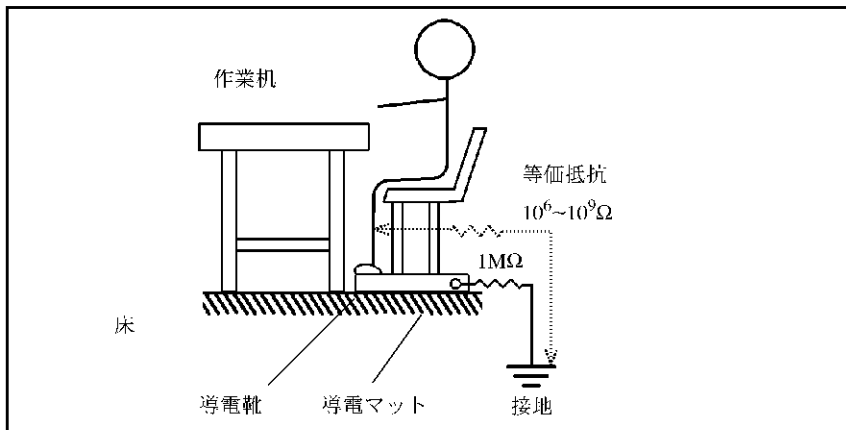

図 1-4 作業場の床の静電気対策
- 作業場の床： 導電マットの設置と導電靴の着用、および接地 (図 1-4 を参照)